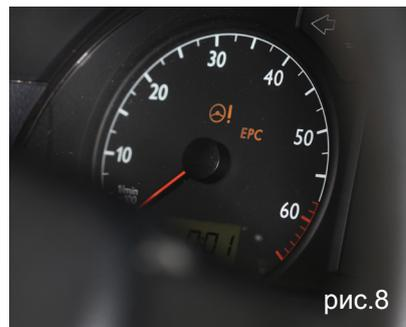

рис.8
11. Запустите двигатель. Контрольные лампочки системы управления и контроля стабильности автомобиля (рис. 8) должны погаснуть. Если одна или обе лампочки не гаснут, то для решения проблемы можно выполнить следующие действия: